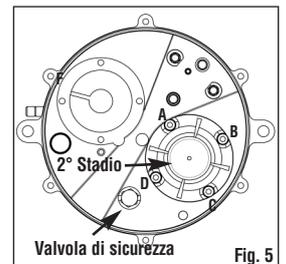

Fig. 5
15) Girare il riduttore posizionandolo con il terzo stadio rivolto verso l'alto ed il raccordo acqua in ottone verso destra. Con una chiave esagonale diam. 8 mm, smontare il coperchio del terzo stadio (62). La procedura corretta per lo smontaggio deve essere la seguente: allentare di 1/2 giro tutte le viti (63) e poi, tenendo premuto il coperchio, svitarle completamente secondo l'ordine A-D-F-C-B-E.
16) Sganciare il gruppo membrana del terzo stadio formato dai componenti dal (57) al (61) tenendo ferma la leva (55) e sostituirlo con quello presente nella busta revisione.
17) Con una chiave esagonale diam. 7 mm svitare le viti (29) che fissano il gruppo leva del terzo stadio, ed estrarlo dalla propria sede avendo cura di non perdere il perno (54). Quindi sostituire l'otturatore (51). La procedura corretta è la seguente: estrarre il complessivo (51)+(52) dalla leva (55) tagliando il codolo in gomma e separare l'otturatore (51) dal componente (52) aiutandosi con un cacciavite o con il perno (54). Quindi rimontare il nuovo otturatore (51) nel (52) ed entrambi nel (53) il quale non è mai stato separato dalla leva (55). Avendo cura di lasciare il controdado (56) rivolto verso l'alto e, servendosi di un paio di pinze a punta, fissare l'otturatore nella sua sede definitiva.
18) Con una chiave esagonale diam. 13 mm smontare la valvola di sicurezza (81), estrarre la molla (80) ed il corpo otturatore (79), quindi separare i componenti (80) ed (79). Staccare l'otturatore (65) dal corpo (79) dirigendo un getto di aria compressa o spingendo con un cacciavite idoneo. Sostituire l'otturatore (65) con quello nuovo presente nella busta revisione (fig. 5).
19) Con una chiave a brugola da 3 mm, smontare il coperchio del secondo stadio (35), avendo cura di recuperare le viti (36). La corretta procedura per lo smontaggio deve essere la seguente: allentare di 1/2 giro tutte le viti e poi, tenendo premuto il coperchio, svitarle completamente seguendo l'ordine ABCD.
20) Recuperare la molla (34) e sostituire l'antivibrante (33).
21) Sganciare il gruppo membrana secondo stadio formato dai componenti (30), (31), (32), (96) e (98) sollevando leggermente la membrana in gomma (31) e, tirando verso sinistra, estrarlo dalla propria sede nel componente (28). Sostituirlo con quello nuovo presente nella busta revisione.
22) Con una chiave esagonale diam. 7 mm (preferibilmente a cacciavite), svitare le viti che fissano la leva del secondo stadio (28) ed estrarla dalla propria sede.
23) Estrarre l'otturatore (25) della leva del secondo stadio dirigendo un getto di aria compressa o spingendo con un cacciavite idoneo a separare i componenti (25) e (26). Sostituire l'otturatore (25) con quello nuovo compreso nella busta revisione. **N.B.:** l'otturatore (25) ha sezione tronco-conica e deve essere inserito nel corpo (26) con la parte stretta rivolta verso l'alto.
24) Eseguire un accurato lavaggio del corpo (1). Verificare l'integrità delle superfici di contatto degli otturatori degli stadi 1, 2 e 3 e della superficie di contatto dell'otturatore dell'elettrovalvola. In caso tali superfici fossero deformate, sostituire il corpo del riduttore.